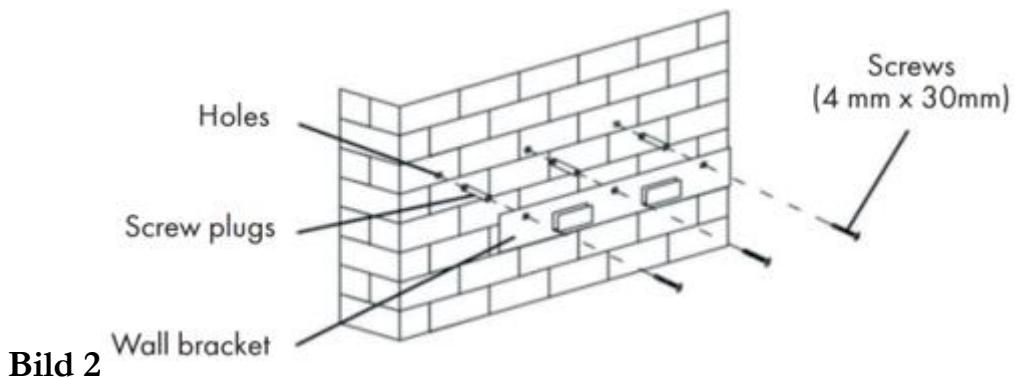

Bild 2
1. Nachdem Sie die Höhe der Dunstabzugshaube bestimmt haben, messen Sie die Position der Löcher für die Aufhängung der Haube und der Innenkaminhalterung. Bohren Sie 8 $\varphi 8$ Löcher und halten Sie die Haube waagerecht. Die feste Position der Innenkaminhalterung ist die höchste Stelle des Innenkamins. Siehe Bild 2.
2. Schrauben Sie 2 Stück 4 x 30mm Schrauben mit Dübeln an die Wand und die installierten Montageschrauben sollten 3-5mm aus der Wand herausragen, um die Haube aufzuhängen, dann verwenden Sie 2 Stück 4mm x 40mm Schrauben, um den inneren Kaminhalter zu befestigen. Siehe Bild 2.